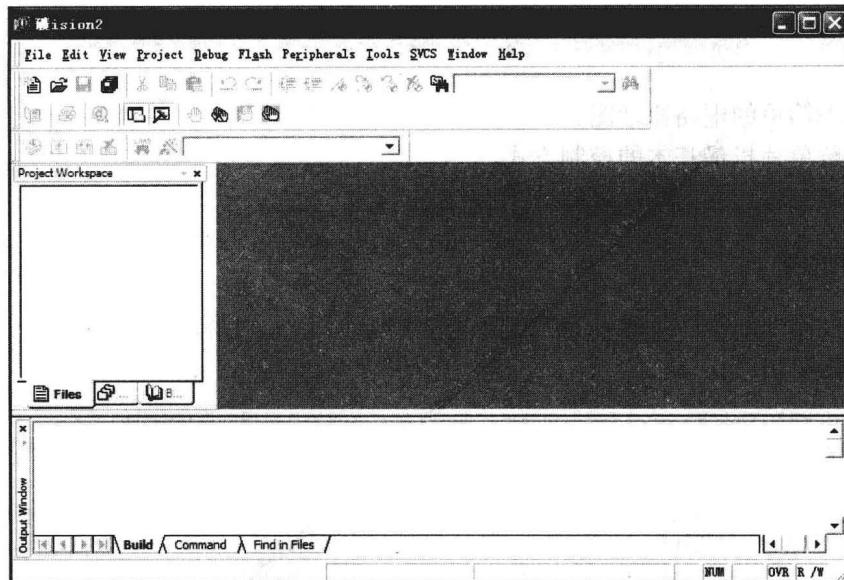

图 1-2 初始界面
- (1) 启动 Keil C 软件，进入如图 1-2 所示的界面。